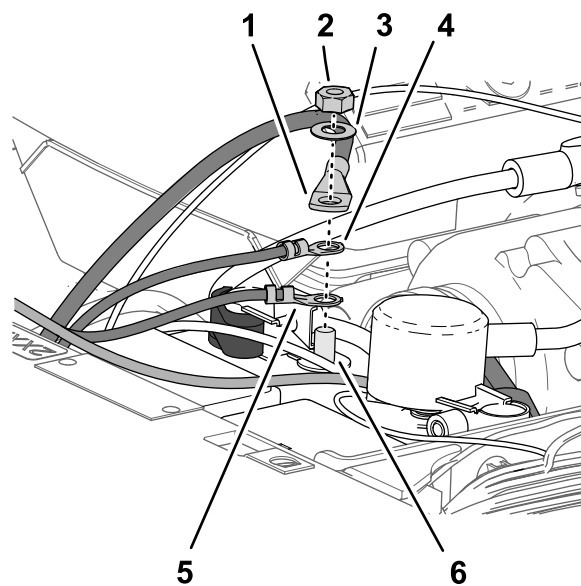

图 211
- 按照以下顺序将以下电线和接线端子连接至负极电池端子图 211 的螺纹柱上